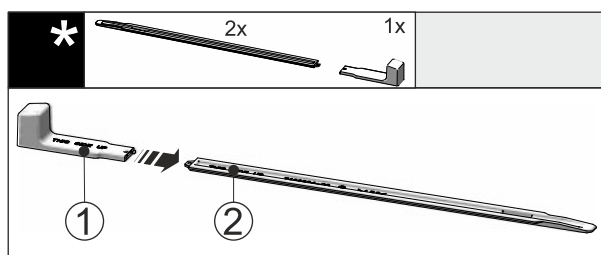

Fig. 45
- ▶ Montažni ročaj Fig. 45 (1) vstavite v izravnalno vodilo Fig. 45 (2).